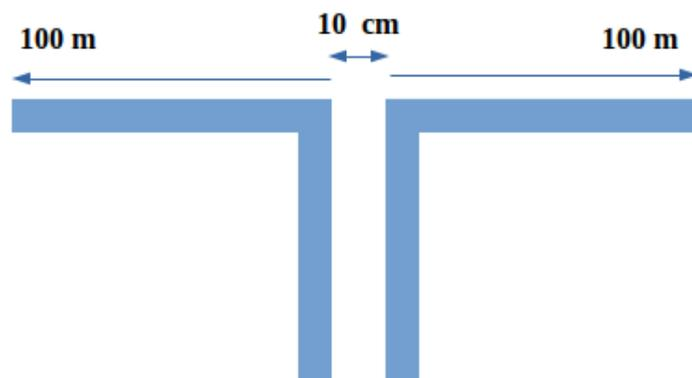

Figura 3.4: Desenho esquemático de uma junta de dilatação entre vigas horizontais de 100m.
1. Um prédio, feito de estrutura de aço, tem juntas verticais a cada 100m. Essas juntas correspondem a vãos de 10 cm (figura 3.4), previstos pelo engenheiro. Considere o coeficiente de dilatação linear do aço igual a $3,2 \times 10^{-6} C^{-1}$. Que variação de temperatura máxima que esse vão permite sem risco para o prédio?
Conforme discutido em exercício anterior (figura 3.4), os engenheiros evitam acidentes ao prever as dilatações que os materiais vão sofrer, deixando folga entre as estruturas de um prédio. A figura 3.5 mostra outra junta de dilatação vertical numa vista parcial da estrutura de um prédio.